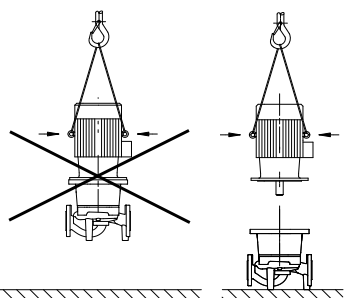

Fig. 6: Transport silnika
- Uchwyty transportowe na silniku służą wyłącznie do transportu silnika, a nie całej pompy (rys. 6).